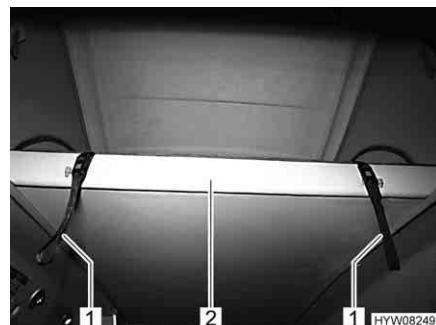

Fig. 24 Superficie utile ribaltabile
- Se la superficie utile ribaltabile è ribaltata verso l'alto: Tirare la superficie utile (Fig. 24,2) verso il basso utilizzando la cinghia ausiliaria (Fig. 24,1).